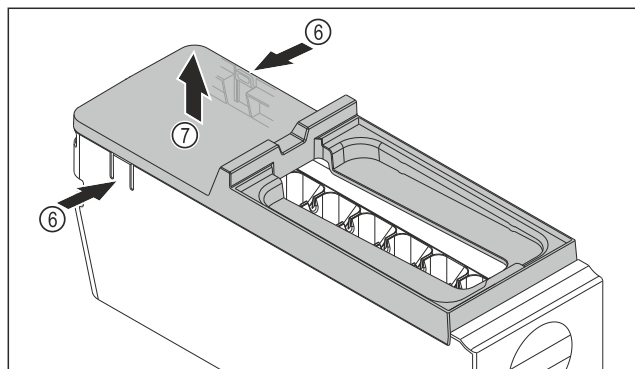

Fig. 173
- ▶ Afdekking van de EasyTwist-Ice-corpus wegnemen: Strips Fig. 173 (6) aan beide zijden van de EasyTwist-Ice-corpus met een hand indrukken.
- ▶ Afdekking Fig. 173 (7) met de andere hand van bovenaf wegnemen.